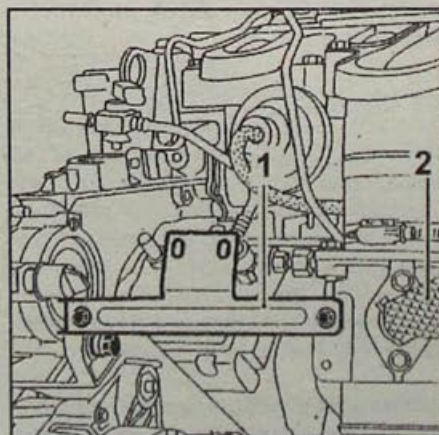

Рис. 4.35. Расположение на двигателе усиленной лапы (1) и шланга рециркуляции отработавших газов (2)
- Снимите усиленную лапу (1, рис. 4.35), соединяющую корпус блока остановки двигателя турбокомпрессора с